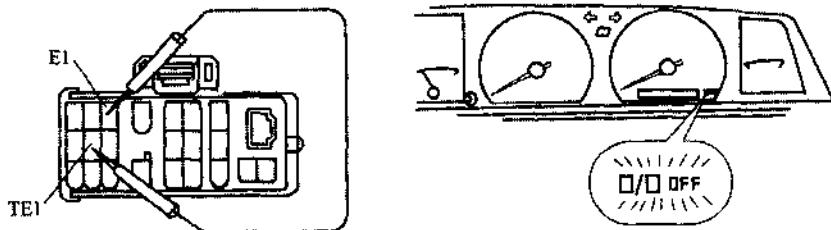

图 6.1 丰田汽车 ECU 故障检测插座
① 打开点火开关,将它置于“ON”位置,但不要启动发动机,并将 O/D OFF 开关置于“ON”位置。
② 打开汽车 ECU 故障检测插座盖,依照盖内所注明的各插孔的名称,用一根导线将 TE1 (故障自诊断触发端)和 EI (搭铁)两插孔相连接,如图 6.1 所示。
③ 这时 O/D OFF 指示灯闪亮不停,我们可以通过闪亮的频率来判断系统有无故障。以单一频率持续闪亮表示无系统故障(ECU 中没有故障代码),以变频率闪亮表示 ECU 中有故障代码,通过闪亮次数就可得到故障代码。
④ 读取所有的故障代码后,从检测插座上拔下连接导线,关闭点火开关。